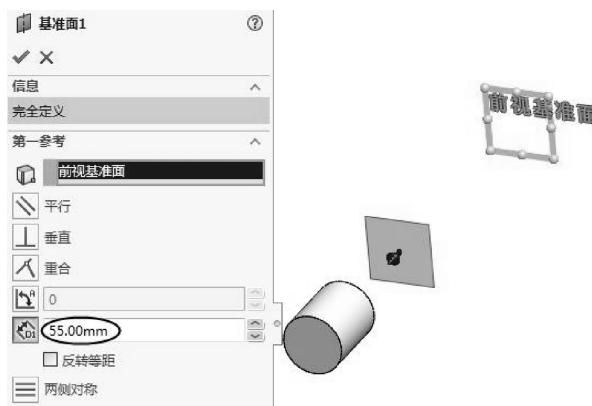

图 3-41 创建基准面
- 04 利用【基准面】命令，参照前视基准面平移 55mm，创建基准面 1，如图 3-41 所示。